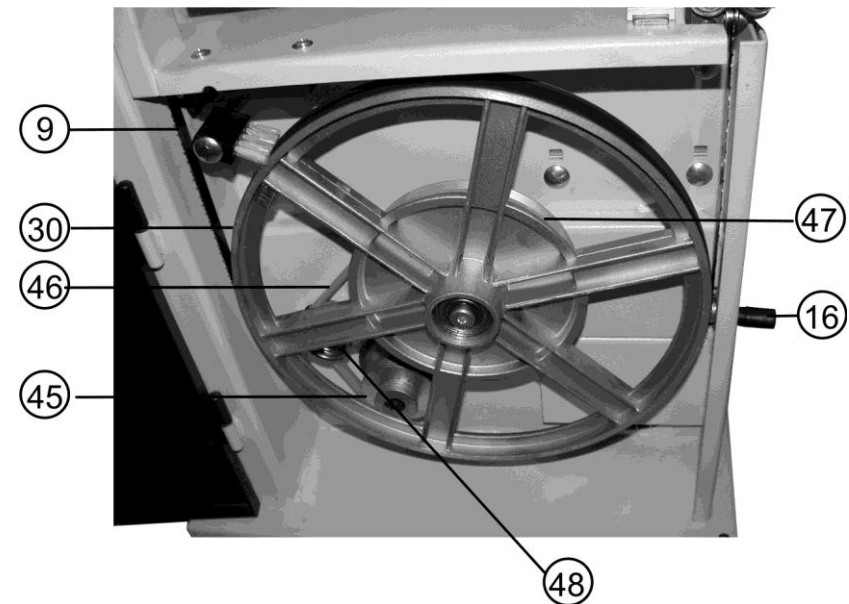

Рис. 14
### 11.7. Изменение скорости движения пильной ленты (Рис. 14, 15)
11.8.4. Соблюдая меры предосторожности (надеть перчатки), снимите пильную ленту (9), Рис. 14.